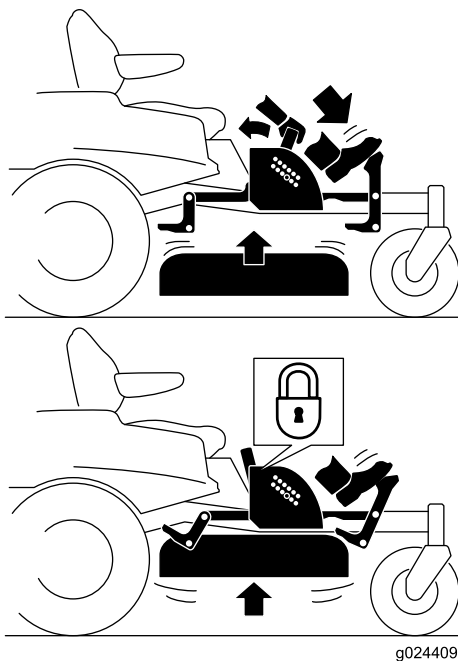

Figura 37
- Pise el pedal de elevación de la carcasa; siga pisando el pedal hasta que la carcasa quede bloqueada en la posición de transporte (Figura 37).
- Pise el pedal de elevación de la carcasa y tire hacia atrás de la palanca de bloqueo de transporte para desactivar el bloqueo de transporte (Figura 37).
4. Pise el pedal de elevación de la carcasa y tire hacia atrás de la palanca para desactivar el bloqueo de transporte (Figura 37).